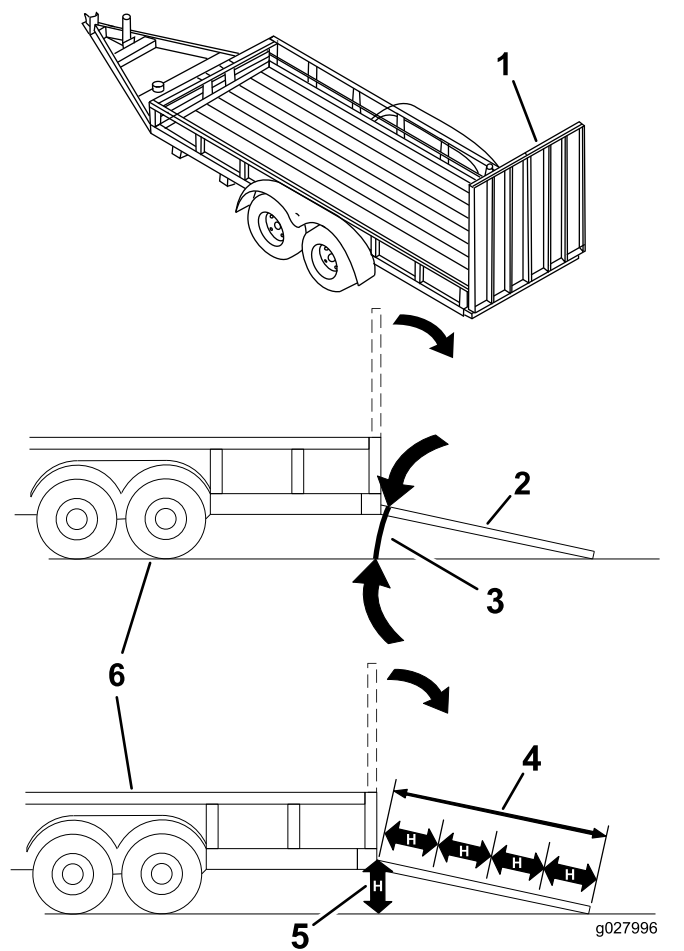

Figure 31
Le chargement de la machine sur une remorque ou un camion augmente le risque de basculement, et donc de blessures graves ou mortelles (Figure 31).
3. Abaissez la rampe en veillant à ce que l'angle entre la rampe et le sol ne dépasse pas 15 degrés (Figure 31).
1. Abaissez la rampe en veillant à ce que l'angle entre la rampe et le sol ne dépasse pas 15 degrés (Figure 31).